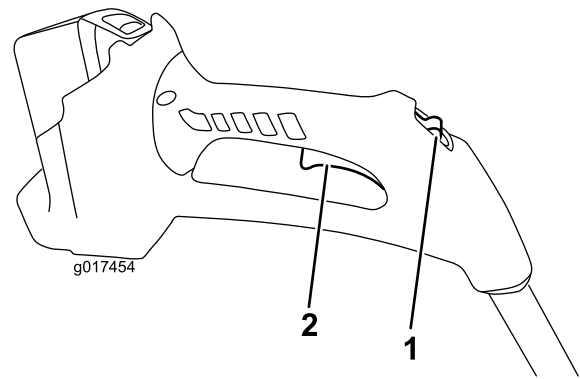

Figure 11
4. Pour démarrer la débroussailleuse, repoussez le commutateur de verrouillage à la position de marche, puis serrez la poignée d'actionnement (Figure 11).